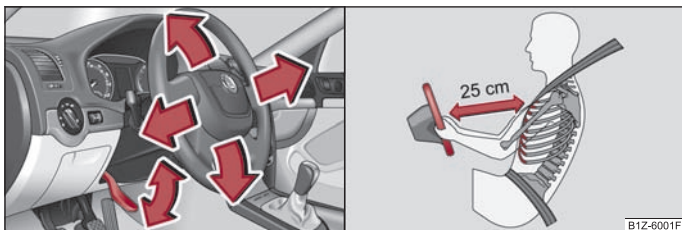

Fig. 83 Volante regolabile: Leva sotto il piantone sterzo
- Abbassare la leva sotto al piantone sterzo ⇒ fig. 83 - lato sinistro. Osservare le avvertenze ⇒ ⚠.
- Il conducente deve mantenere una distanza dal volante di almeno 25 cm ⇒ fig. 83 lato destro. Se non si rispetta questa distanza minima, il sistema airbag non può proteggere - pericolo di morte!